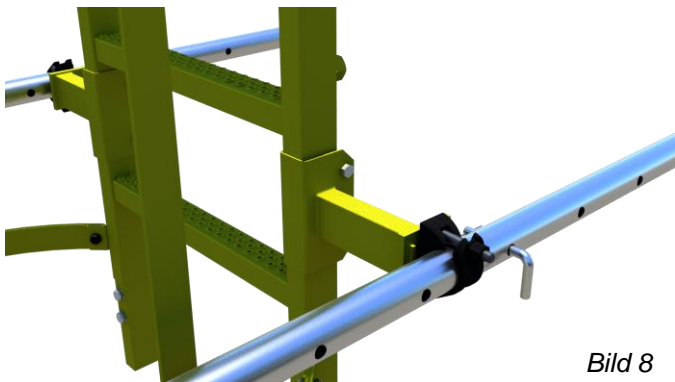

Bild 8
- In die Klemmschellen werden vor dem Herablassen der Leiter die Stützrohre eingeschoben und in der gewünschten Position arretiert. Zusätzliche Sicherung mit Bolzen und Splint! (Bild 8)